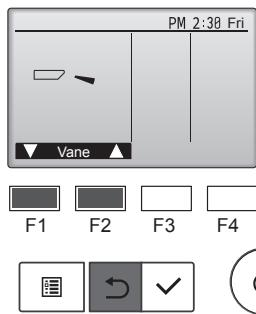

Fig. 8-4
- ② Nacisnąć przycisk [WYBIERZ], aby wyświetlić ekran pracy żaluzji, a następnie nacisnąć przyciski [F1] i [F2], aby sprawdzić automatykę żaluzji. (Fig. 8-4)